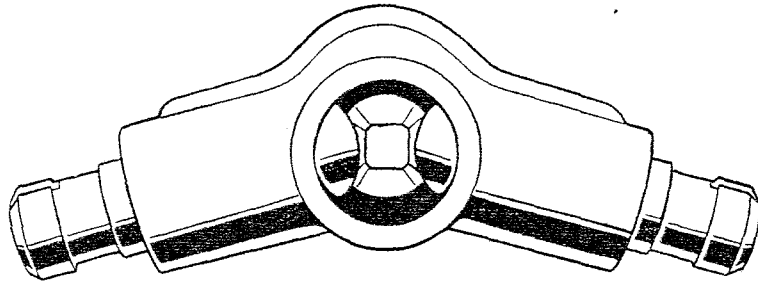

Fig. H-16—Pitones en sus orificios correctos, tipo primitivo.
En la Figura H-16 se señala un método rápido de escoger las parejas. Los pitones se colocarán de punta a punta de modo que sus extremos planos coincidan perfectamente. Si hacen juego las ranuras que reciben las zapatas, se hallarán paralelas. Si las ranuras no se sitúan en línea, significa que ambos pitones son de la misma mano, pero esta comprobación no permite determinar si son de la mano izquierda o derecha. Habiéndose asegurado que los pitones escogidos hacen juego, aún queda por verificar que éstos vayan montados en los orificios correctos, en la forma señalada en la Fig. H-16, o sea que las superficies planas del ajustador cónico entren en perfecto contacto con las de los pitones. Las ranuras en los extremos de los pitones deben hallarse en línea, y en posición vertical (paralelas con la placa trasera). Siendo esto el caso, se sentirán cuatro "clicks" distintos a cada revolución del ajustador cónico.
- (a) Pitón derecho en el orificio izquierdo, y pitón izquierdo en el orificio derecho (Fig. H-16).